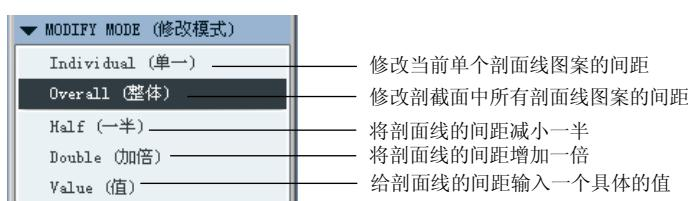

图 9.3.9 “修改模式”菜单
(4) 在图 9.3.9 所示的 ▶ MODIFY MODE (修改模式) 菜单中，连续选择 Half (一半) 命令，观察零件模型中剖面线间距的变化，直到调到合适的间距，然后选择 Done (完成) → Done/Return (完成/返回) 命令。